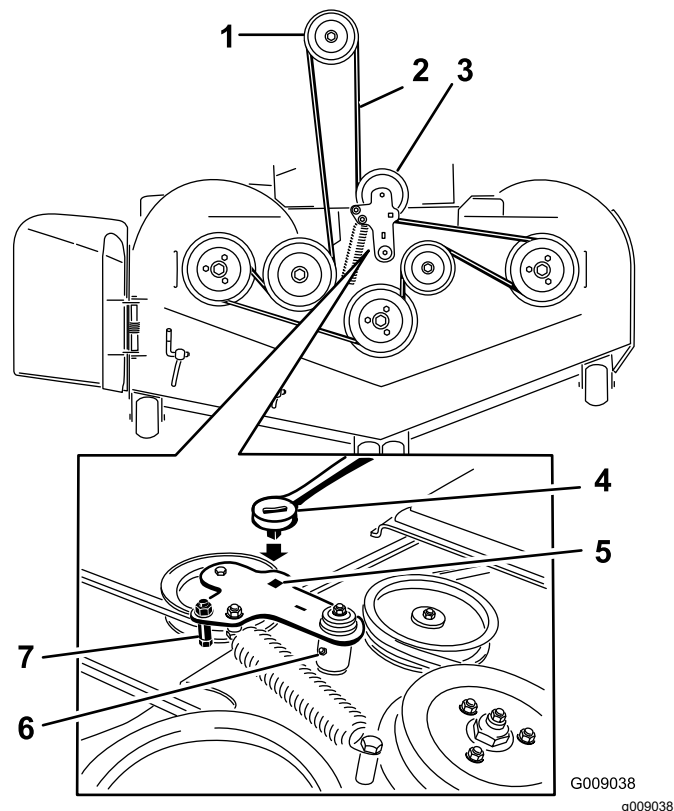

Figura 87
7. Inserite un cricchetto nel foro quadrato del braccio di rinvio per allentare la molla del tenditore (Figura 87).
9. Togliete il guidacinghia dal braccio di rinvio a molla (Figura 87).
11. Montate la nuova cinghia attorno alle pulegge del tosaerba e alla puleggia della frizione, sotto il motore (Figura 87).
12. Montate il guidacinghia sul braccio di rinvio (Figura 87).
13. Con il cricchetto nel foro quadrato, montate la molla del tenditore (Figura 87).